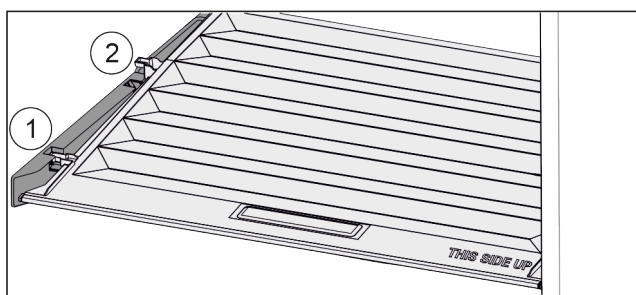

Fig. 28
- Tirare in avanti il coperchio fino all'apertura nei fermi Fig. 28 (1).
- Sollevare posteriormente dal basso e togliere verso l'alto Fig. 28 (2).